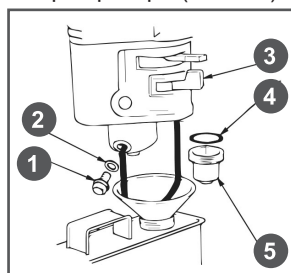

Рис. 22 Обслуживание фильтра-отстойника
1. Установите рычаг топливного крана 3 в положение «ЗАКРЫТО» (Рис. 22).
3. Открутите болт 1 сливного отверстия и слейте топливо из поплавковой камеры карбюратора (Рис. 22).
- Открутите стакан отстойника 5, вылейте из него топливо в заранее подготовленную емкость (Рис. 22).
1. Слейте топливо из топливного бака и карбюратора (Рис. 22).